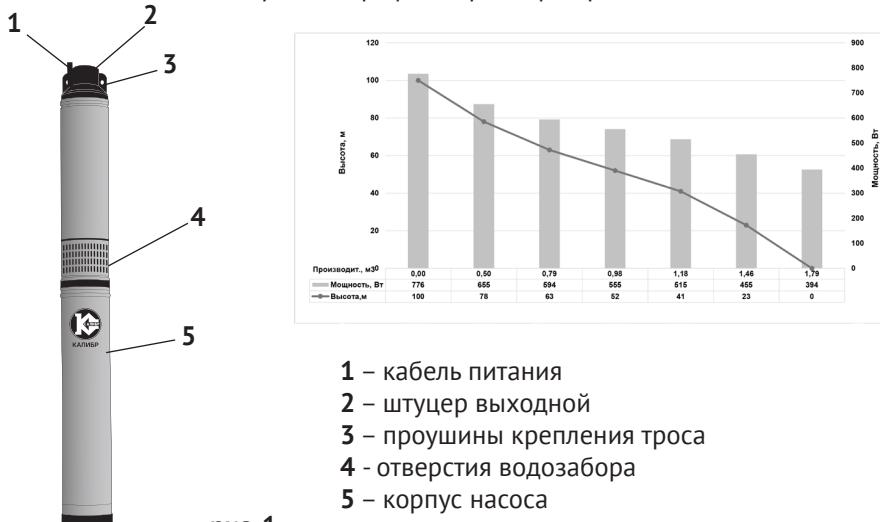

рис. 1
2.4 Общий вид насоса рис.1 и график параметров работы
2.5 Двигатель и насос расположены в нержавеющем корпусе (рис.1 поз.5). Насос приводится в действие однофазным асинхронным двигателем переменного тока. Подключение насоса к сети осуществляется кабелем питания (рис.1 поз.1) со штепсельной вилкой с заземляющим контактом. Насос начинает работу при подключении к сети питания.